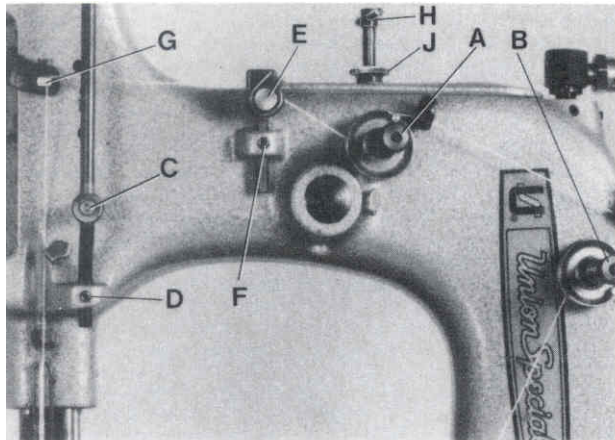

Fig.10
Rotate the pulley until the feed dog is below the throat plate. Remove the face cover left on machine arm and turn out the T-screw (H, Fig. 10) on the top of the machine arm, until it does not exert any pressure on the leaf springs. In this position, the pressure exerted on the presser foot, should be just strong enough to keep it flat on the throat plate. By relocating the collars (A, Fig. 9), which serve as a leaf spring rest, on the left and right presser bar, the pressure can be changed. Raising the collars increases the pressure, lowering the collars decreases the pressure.
Now turn in T-screw (H, Fig. 10) until the necessary presser foot pressure for proper feeding is exerted (determine wir sewing tests). Secure this setting with the knurled nut (J), which simultaneously fastens the upper arm cover. Remount the face cover.
The tension (A, Fig. 10) on the needle thread should be fairly strong to produce uniform stitches. On the two thread double locked stitch styles the tension (B) on the looper thread should be barely sufficient to steady it.
Drehen Sie an der Riemenscheibe bis der Transporteur unter der Stichplatte steht. Entfernen Sie den Stirndeckel links am Maschinenarm und drehen Sie die Knebelschraube (H, Fig. 10) oben auf dem Maschinenarm soweit heraus, daß sie nicht mehr auf die Blattfedern drückt. In dieser Stellung soll der Druck auf den Drückfuß gerade noch so stark sein, daß er auf der Stichplatte aufliegt. Durch Verstellen der als Blattfederauflage dienenden Stellringe (A, Fig. 9) auf der linken und rechten Drückfußstange kann der Druck verändert werden. Verstellen der Stellringe nach oben verstärkt, verstellen nach unten verringert den Druck.
Nun drehen Sie die Knebelschraube (H, Fig. 10) soweit ein, daß der zum einwandfreien Transport notwendige Drückfußdruck erzeugt wird (durch Nähversuche ermitteln). Sichern Sie diese Einstellung mit der Rändel-Kontermutter (J), mit der gleichzeitig der obere Armdeckel befestigt wird. Montieren Sie den Stirndeckel wieder.
Die Spannung (A, Fig. 10) auf den Nadelfaden soll so stark sein, daß eine gleichmäßige Stichbildung erreicht wird. Bei den Zweifaden-Doppelkettenstichmaschinen soll die Spannung (B) auf den Greiferfaden ganz gering sein, so daß der Faden gleichmäßig gleitet.
On the two thread double locked stitch styles 80800C, E, H and HA, the height of the needle thread take-up roller (C, Fig. 10) is set so that the needle thread on the downstroke of the needle just contacts the roll at the time the needle thread loop is released from the looper. Loosen screw (D) and set the needle thread take-up roller accordingly. Retighten screw (D).
On all styles the eyelet (E, Fig. 10) should be positioned so, that the needle thread runs nearly horizontal, parallel to cloth plate, between eyelet (G) on needle bar connection and eyelet (E) on machine arm, when the needle is in its upmost position. Eyelet (E) is secured by screw (F).
Bei den Zweifaden-Doppelkettenstichmaschinen 80800C, E, H und HA wird die Höhe der Nadelfadenabzugsrolle (C, Fig. 10) so eingestellt, daß der Nadelfaden beim Niedergehen der Nadel die Rolle zu dem Zeitpunkt gerade berührt, wenn die Nadelfadenschlinge vom Greifer freigegeben wird. Lösen Sie die Schraube (D) und stellen Sie die Nadelfadenabzugsrolle (C) entsprechend ein. Ziehen Sie die Schraube (D) wieder an.
Bei allen Maschinen wird die Fadenführung (E, Fig. 10) so eingestellt, daß der Nadelfaden zwischen der Fadenführung (G) am Nadelstangenmitnehmer und der Fadenführung (E) am Maschinenarm etwa waagrecht, parallel zur Stoffplatte verläuft, wenn die Nadel in der obersten Stellung ist. Die Fadenführung (E) wird mit der Schraube (F) befestigt.